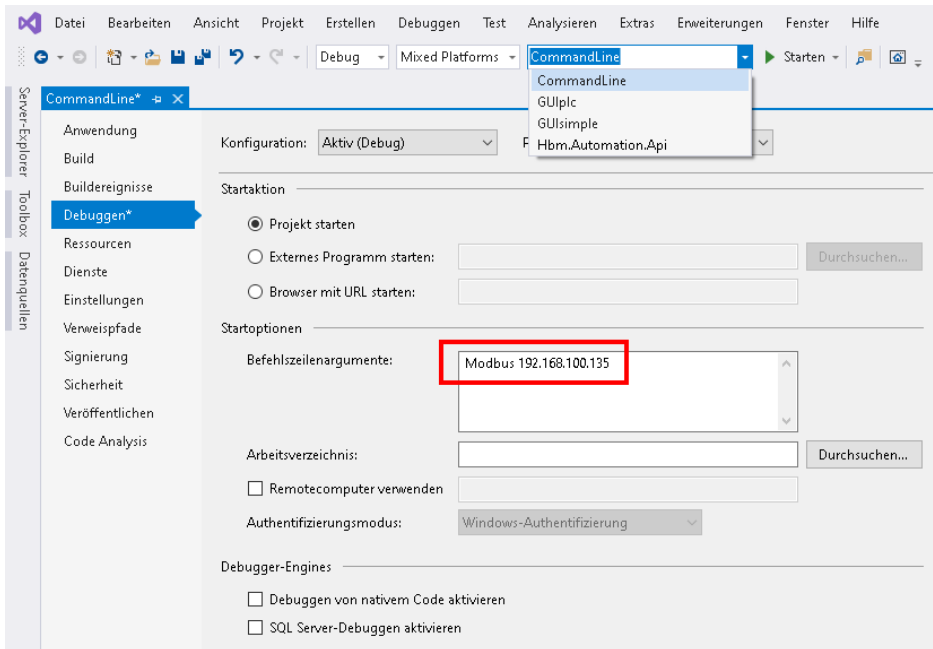

Abb. 6.2 Eingeben der Startparameter
- ▶ Tragen Sie im linken Fenster bei **Debuggen** die **Befehlszeilenargumente** ein: **Modbus** und die IP-Adresse für eine Verbindung über Modbus, **Jet** und die IP-Adresse für eine Verbindung über Jet-Bus (*Abb. 6.2*).
- ▶ Wählen Sie oben im Fenster **CommandLine** aus (*Abb. 6.2*).